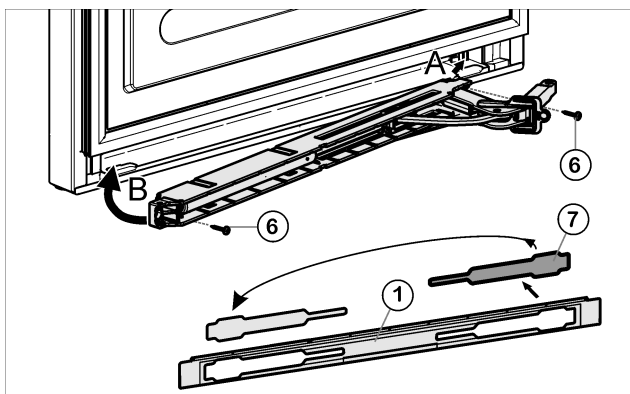

Fig. 10
- Staccare la copertura Fig. 10 (7) dal pannello Fig. 10 (1) e inserirlo di nuovo sull'altro lato.
- Agganciare l'unità dell'ammortizzatore di chiusura con lo snodo rivolto verso il lato cerniera (A) e orientare verso l'interno (B).
- Avvitare l'unità dell'ammortizzatore di chiusura (2 x Torx® 15) Fig. 10 (6).